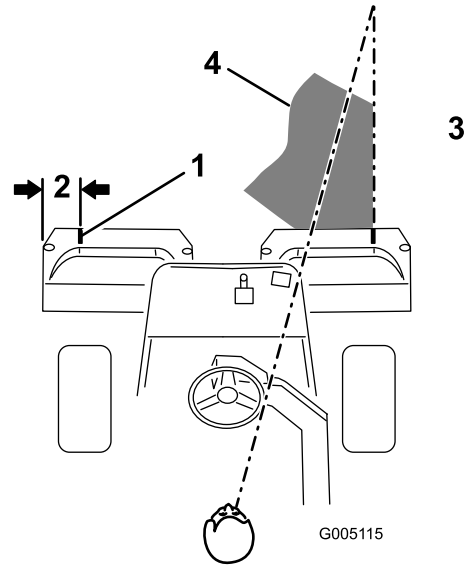
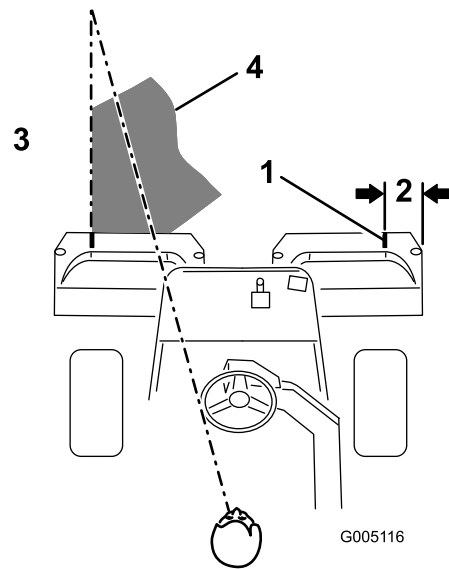

Figure 29
Figure 30
- Placez une bande de papier blanc ou un trait de peinture sur chaque bac parallèlement à son bord extérieur (Figure 29).
3. Minimisez le chevauchement de la passe précédente lors de la passe de retour. Pour vous aider à conserver une ligne droite en travers du green et à maintenir la machine à égale distance du bord de la passe précédente, établissez une ligne de vision imaginaire à environ 1,8 à 3 m en avant de la machine jusqu'au bord de la partie non coupée du green (Figure 29 et Figure 30). Certains trouvent qu'il est utile de faire passer la ligne de vision par le bord extérieur du volant, c.-à-d. de maintenir le bord du volant aligné avec un point qui est toujours éloigné de la même distance par rapport à l'avant de la machine (Figure 29 et Figure 30).